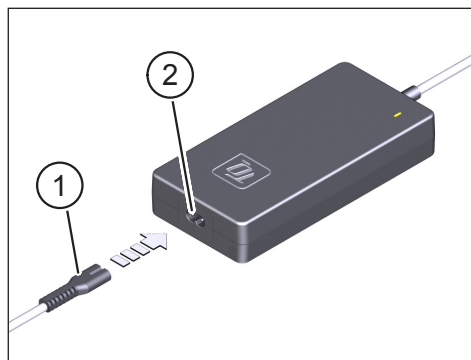

Fig. 24: Ansluta laddaren till nätströmmen
- ▶ Anslut den lilla kontakten (nr 1 i fig. 24) på den landsspecifika strömkabeln till uttaget (nr 2 i fig. 24) på laddaren.